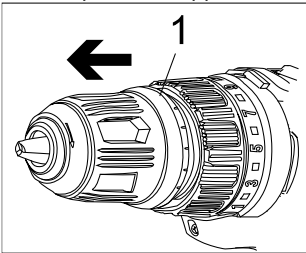

рис.11
Эта модель имеет функцию отвертки. Если вам нужно использовать сверло в качестве отвертки, вы можете вынуть патрон. Чтобы вынуть патрон, нажмите патрон и отпустите кольцо (1) вперед, затем выньте патрон (рис. 11). Чтобы установить патрон, нажмите патрон и отпустите кольцо (1), затем вставьте патрон в шпиндель, отпустите патрон быстро отпустите кольцо (1), он вернется и зафиксируется с помощью шпинделя автоматически.